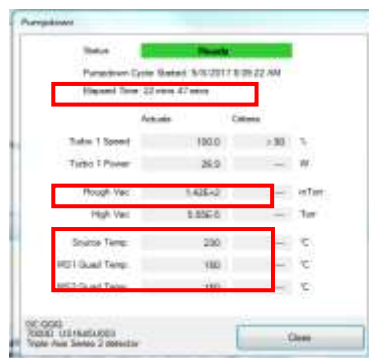

Figura 3. Parámetros del espectrómetro de masas.
- xiii. Verificar los parámetros del espectrómetro de masas, velocidad turbo (Turbo 1 Speed, 100 %), alto vacío (high vacuum, entre 1×10^{-5} - 5×10^{-5} Torr), las temperaturas de la fuente de ionización (Source Temp, 230 °C) y los cuadrupolos (MS1 Quad temp, 150 °C y MS2 Quad Temp, 150 °C), como se muestra en la Figura 3. El status debe aparecer en color verde y **Ready**, para esto se debe esperar aproximadamente 2 horas hasta que el espectrómetro de masas alcance el equilibrio térmico.